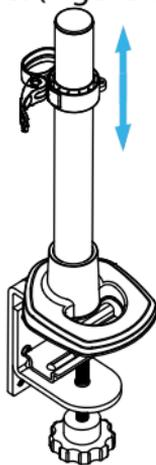

Figure 13
2. Faites glisser le **Clip de Gestion des Câbles** le long du **Mât** jusqu'à la hauteur souhaitée. (Figure 13)